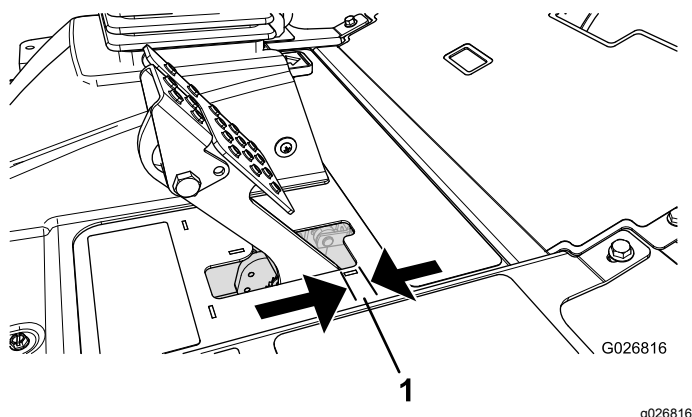

Bild 71
Stellen Sie die Bremsen ein, wenn das Bremspedal mehr als 2,5 cm Spiel hat, oder wenn die Bremsen nicht mehr gut genug greifen (Bild 71). Als Spiel gilt die Entfernung, die das Bremspedal zurücklegt, bevor ein Bremswiderstand spürbar ist.
2. Ziehen Sie die hintere Mutter an, um den Zug nach hinten zu bewegen, bis die Bremspedale ein Spiel zwischen 6,3 mm und 12,7 mm haben, bevor die Radsperrung auftritt (Bild 71).